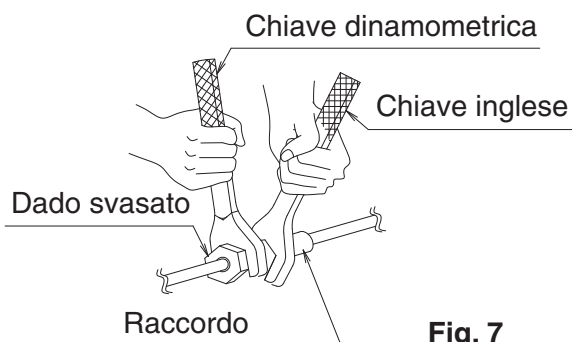

Fig. 7
- Durante il collegamento delle tubazioni al condizionatore d'aria, assicurarsi di utilizzare una chiave inglese e una chiave dinamometrica, come illustrato in **Fig. 7**.